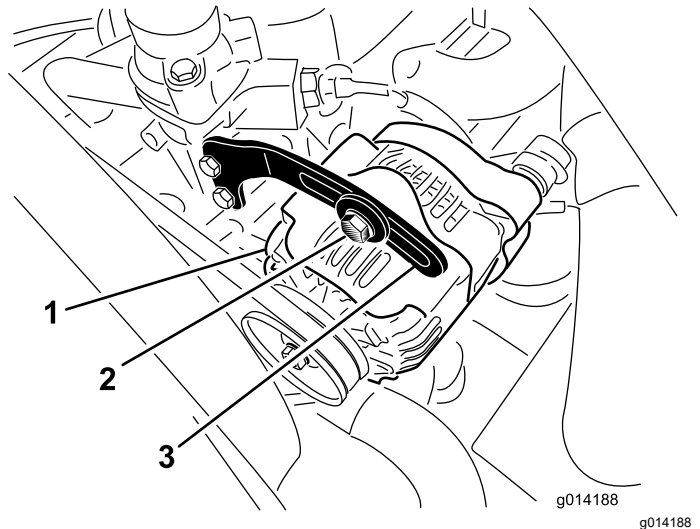

Figura 47
2. Compruebe la tensión de la correa del alternador presionándola (Figura 47) en el punto intermedio entre las poleas del alternador y del cigüeñal con una fuerza de 10 kg (22 libras).
3. Afloje el perno que sujeta el tirante al alternador (Figura 47) y el perno de pivote del alternador.